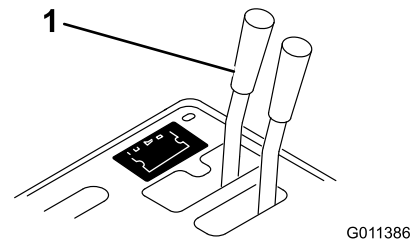
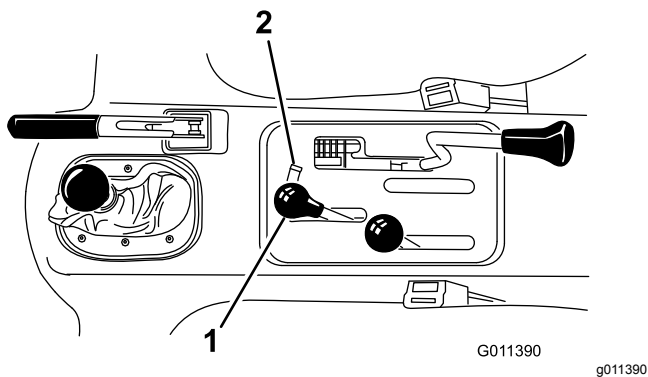

图14
图15
1. 在序列号为 23999999 之前的工作车上将遥控液压阀门手柄图14移到浮动位置在序列号为 24000001 及以后的工作车上前后移动液压提升杆图15以消除系统压力且便于快速接头的断开。